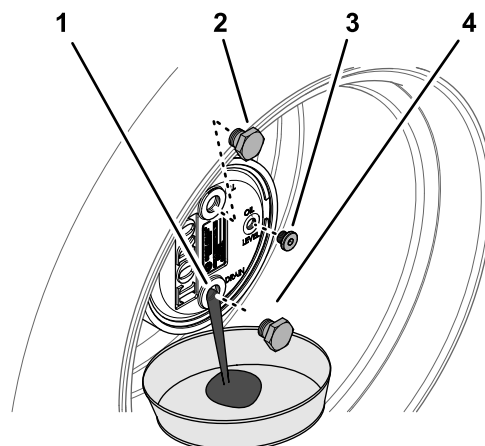

Figura 74
- Îndepărtați buoul de umplere în poziția corespunzătoare orei 12 i buoul de verificare în poziția corespunzătoare orei 3 (Figura 74).
- Amplasai o tavă de golire sub butucul planetar, îndepărtați buoul de golire în poziția corespunzătoare orei 6 i lăsați uleiul să se scurgă complet (Figura 74).
- Montați buoul de golire în orificiul de golire al carcasei mecanismului planetar (Figura 74).